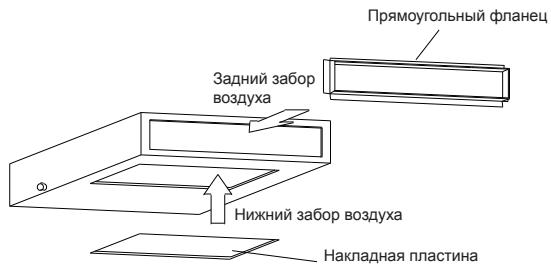

Рис. 11
- Прямоугольный фланец стандартно устанавливается сзади блока, а накладная пластина — снизу (см. рис. 11).